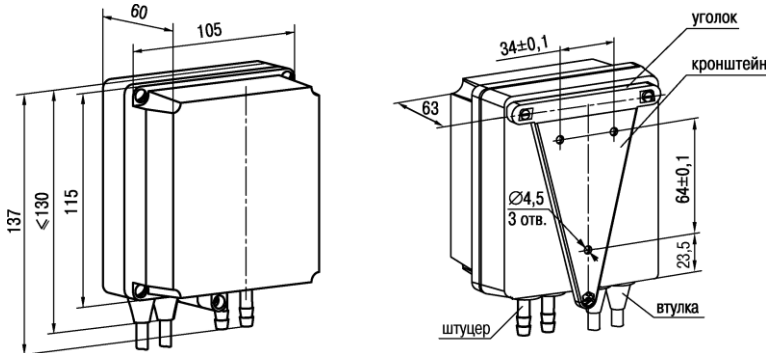
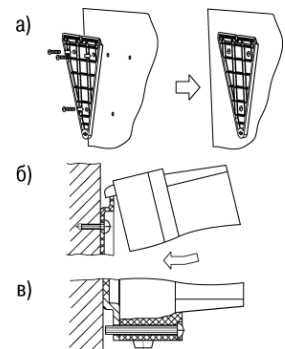

Рисунок 1 – Габаритные размеры преобразователя настенного крепления
Рисунок 2 – Монтаж преобразователя
1. Закрепить кронштейн тремя винтами М4×20 (в комплект поставки не входят) на поверхности, предназначенной для установки преобразователя (см. рисунок 1 и рисунок 2, а).
2. Зацепить крепежный уголок на задней стенке преобразователя за верхнюю кромку кронштейна (рисунок 2, б).
3. Прикрепить преобразователь к кронштейну винтом М4×35 из комплекта поставки (см. рисунок 2, в).